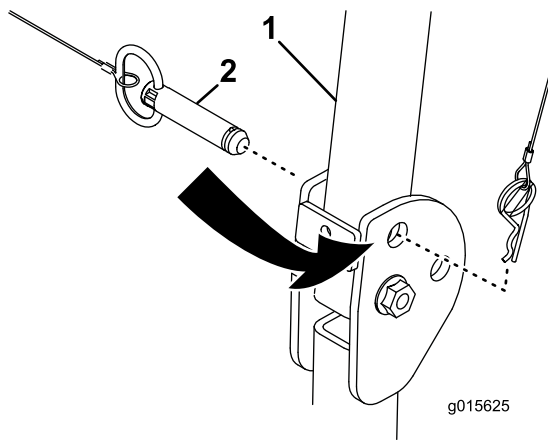

Bild 11
1. Entfernen Sie den Splint und den Stift, mit denen die rechte Seite des Überrollschutzes an der Schwenkhalterung befestigt ist (Bild 11).